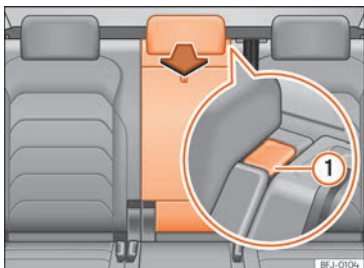

Fig. 126 Dossier de la banquette arrière : ouverture de la trappe pour les chargements longs.
- Appuyez sur la touche de déverrouillage »» fig. 126 ① et rabattez la trappe vers l'avant »» ⚠.